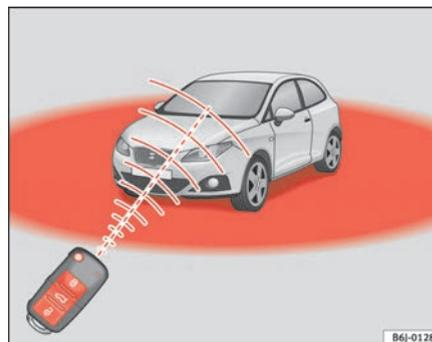

Fig. 45 Radio de acción del mando a distancia por radiofrecuencia
Además, el testigo de la pila de la llave ⇒ fig. 45, parpadea.
- El mando a distancia por radiofrecuencia funciona únicamente dentro de su radio de acción ⇒ página 82, fig. 45.